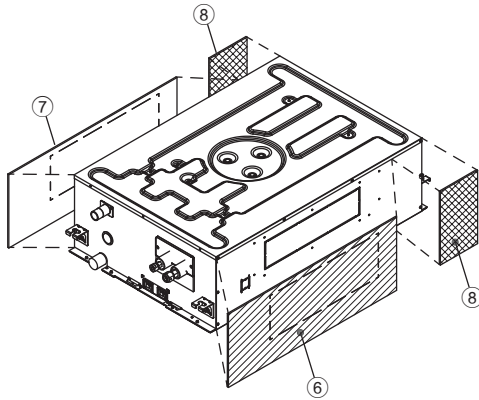
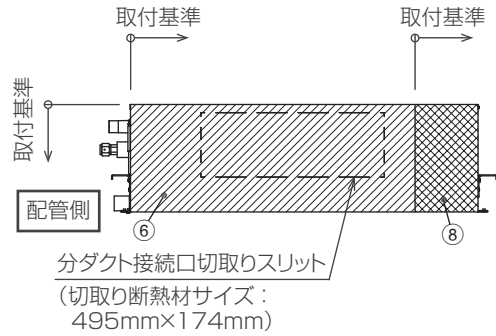
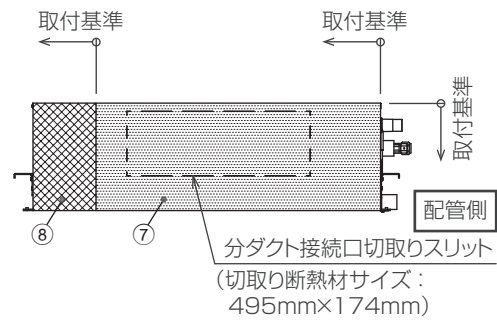

図7
図8
図9
1. 室内ユニット配管側から見て右側板に断熱材⑥、⑧を取付けます。(図7、図8)
2. 室内ユニット配管側から見て左側板に断熱材⑦、⑧を取付けます。(図7、図9)